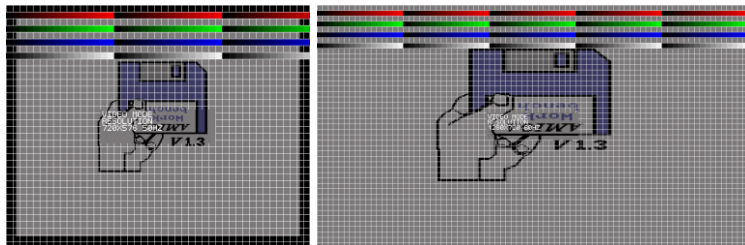

Abbildung 5: Das überlagerte Gitter zeigt die Ausgangsauflösung an (links 720x576 und rechts 1280x720)
Die Einstellung **Video-Mode** (9) bestimmt den Ausgabemodus. Beim Drehen des Schalters werden folgende Modi durchlaufen: 640x480, 640x512, 720x480, 720x576, 800x600, 1280x720, jeweils mit 50 und 60 Hz. Während die Auswahl aktiv ist, wird ein Gitter überlagert (s. Abbildung 5). Das Gitter stellt das vollständige Ausgabebild dar, sowie